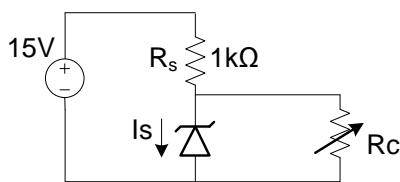

Figura 1
21. Observe figura 1 e figura 2 abaixo.
O regulador de tensão da figura 1 utiliza um diodo Zener de 7,5V e 100mW. Para uma resistência de carga R_C igual a 2,2kΩ, considerando a curva de polarização do diodo Zener da figura 2, o valor correto para a tensão na carga é